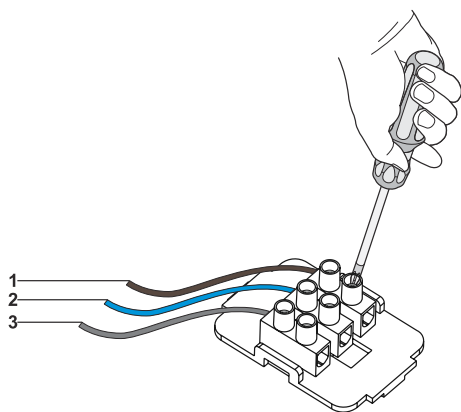

Fig. 15
Montera utsugskanalen till utsugsstosen (Fig 15.).
- 1. ➤ **L-N**; 230V fast spänning (Fig. 15).
- 2. ➤ **ML-N**; 230V spänning när motorn är igång (Fig. 15).